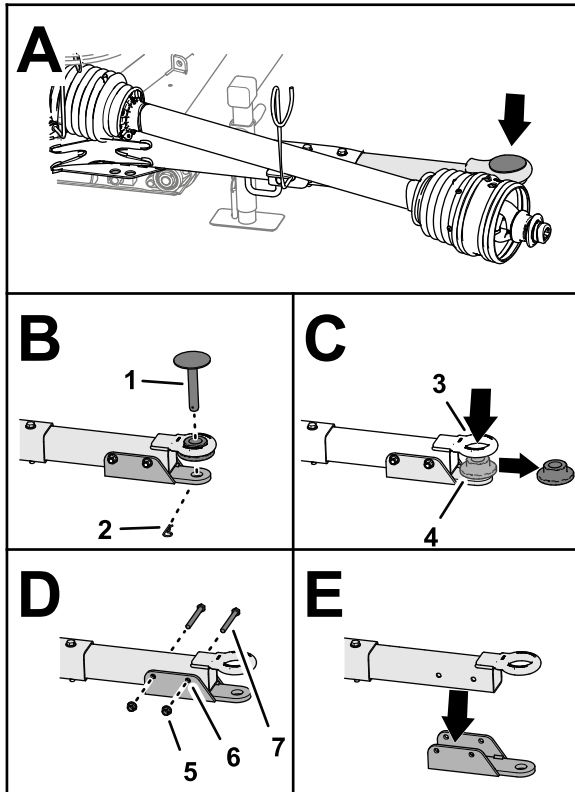

Figure 7
1. Retirez la goupille fendue qui fixe la goupille d'attelage à la barre de remorquage, puis déposez la goupille d'attelage (Figure 7).
barre de remorquage, puis déposez le support de chape (Figure 7).
2. Déposez la bague à embase de l'anneau d'attelage (Figure 7).